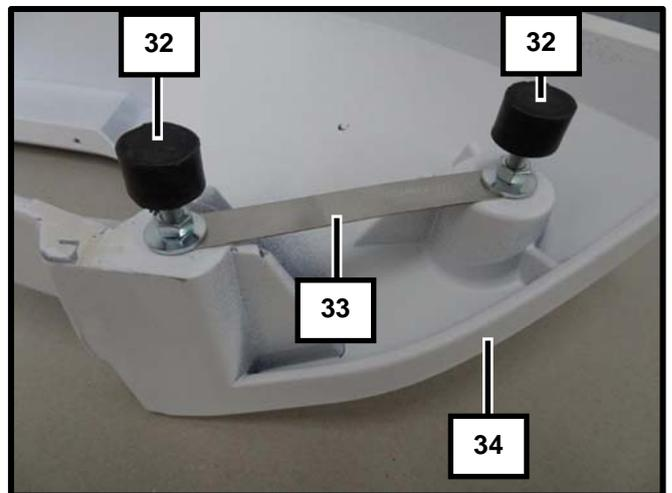

Abb. 47
Mit den Anschlagpuffer (32) (Abb. 47 und 48) die Höhe einstellen so dass der Grundkörper sauber sitzt.